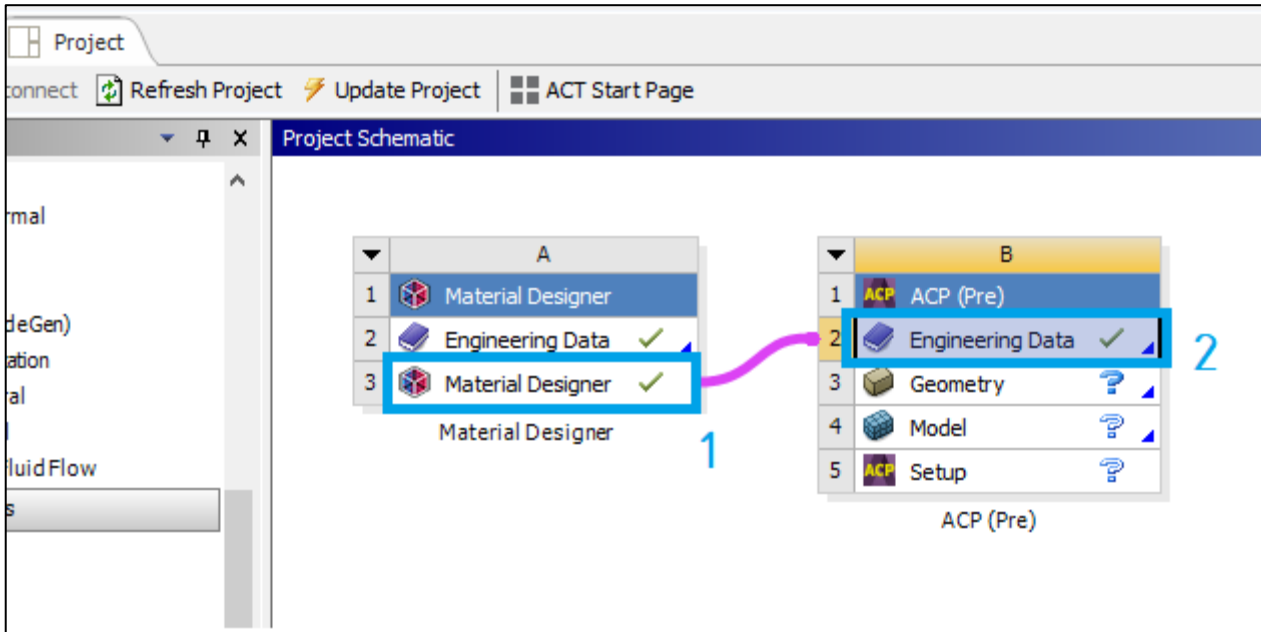

Рис. 13. Создание связи
10. Создадим связь между модулем *Material Designer* и *ACP (Pre)* для присвоения созданного нами композитного материала к анализируемой геометрии (рис. 13).